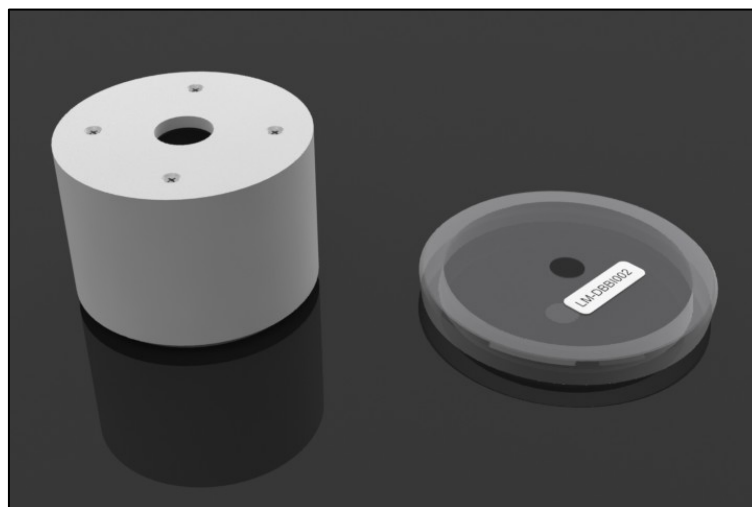
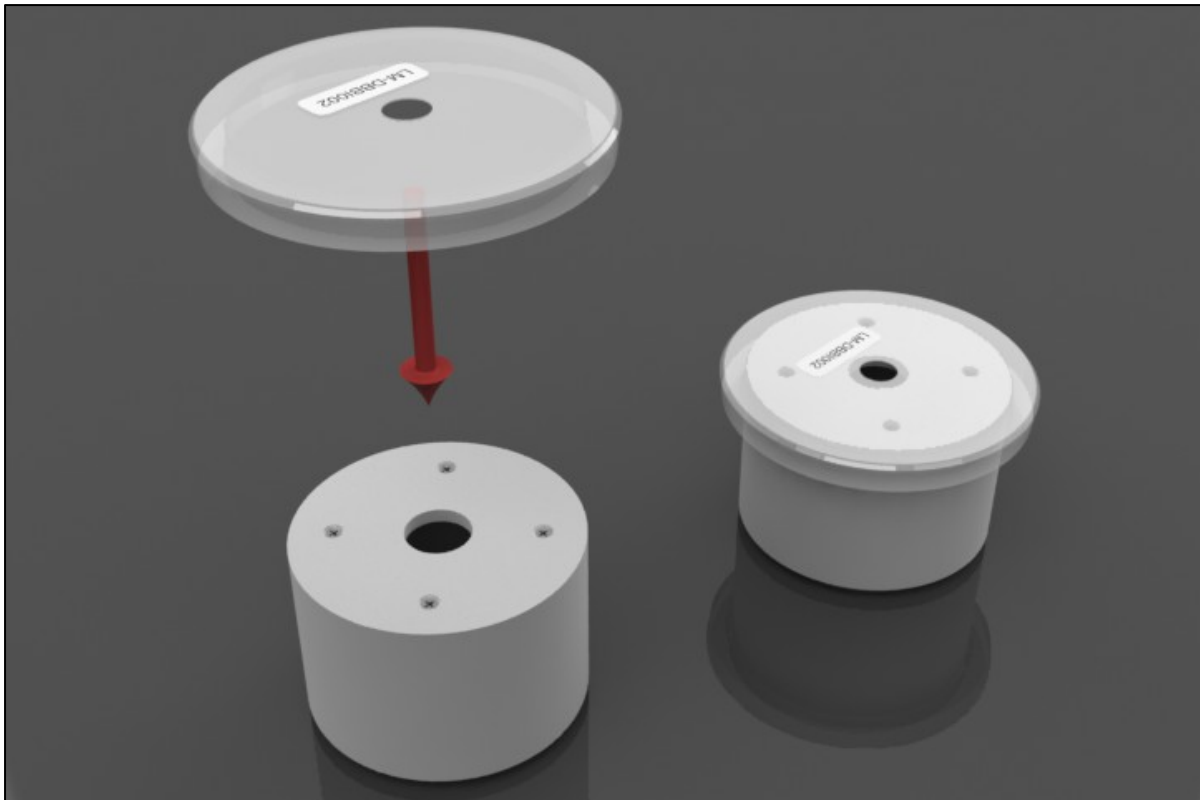

Figure 8 : Cylindre magnétique (gauche) et aligneur de centrage (droite)
Figure 9 : Cylindre magnétique monté avec aligneur de centrage
6. Placer le cylindre magnétique et l'aligneur de centrage (Figure 8). Ces pièces sont requises pour une bonne installation et un bon alignement du bioconteneur de mélange. S'assurer que l'aligneur de centrage n'est pas endommagé ; si l'orifice central est déformé, tordu ou non-concentrique, l'enlever et le remplacer par un aligneur de centrage non endommagé. Assembler le cylindre et l'aligneur comme indiqué sur la figure 9.